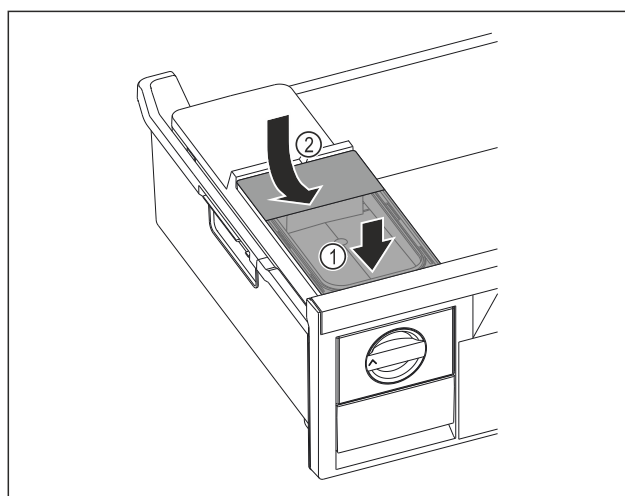

Fig. 98
- Placer le réservoir d'eau à l'avant. Fig. 98 (1)
- Abaisser le réservoir d'eau à l'arrière. Fig. 98 (2)